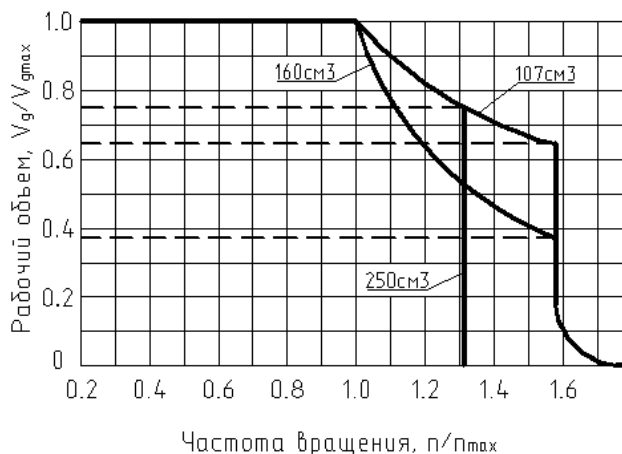

Рисунок 3 - Допустимая частота вращения
2.3.1.5 Допустимая частота вращения гидромотора зависит от рабочего объема и определяется в соответствии с рис.3.